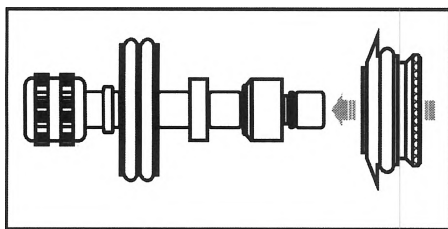

Рис. 5. Сборка инструмента
4. Собрать перфорационный инструмент, установив перфорационный блок (упакован отдельно) на ось каретки, как показано на рис. 5.
6. Выкрутить винты (8) в верхнее положение.
4. Собрать отрезной инструмент, установив отрезной блок (упакован отдельно) на ось каретки, как показано на рис. 5.